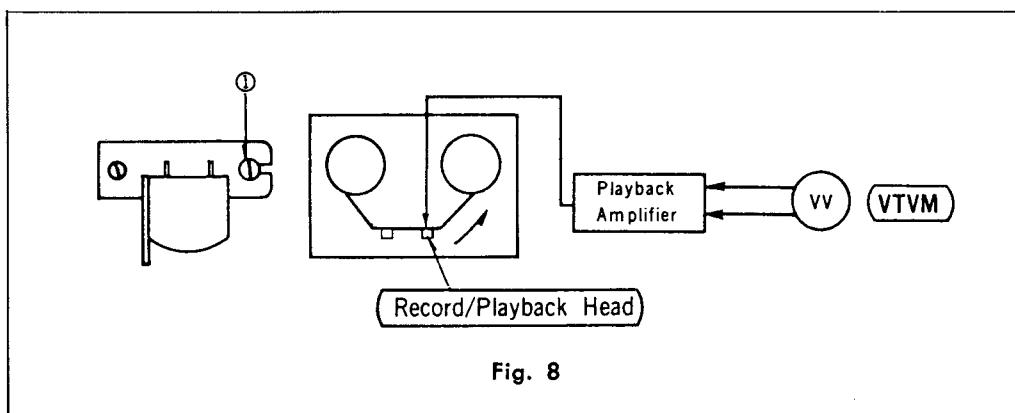

Fig. 8
Connect wires as shown in fig. 8, thread the tape and place the tape recorder into the playback mode. Turn either of the angle adjustment screws ① in fig. 8 by a 1/4 turn, and make the adjustment so that the reading on the VTVM connected to the line out becomes maximum.
Conéctense los hilos metálicos como se muestra en la Fig. 8; enhébrese la cinta y colóquese el grabador en modo de audición. Gírese cualquiera de los tornillos de ajuste de ángulo ① en la Fig. 8 dando una vuelta de 1/4, y hágase el ajuste de tal suerte que la lectura sobre el VTVM conectado al Line Out venga a ser máxima.
Connectez des fils métalliques comme l'indique la Fig. 8, enfilez la bande et placez le magnétophone en position "PLAYBACK". Tournez chacune des vis de réglage d'angle ① dans la Fig. 8 d' 1/4 de tour, et faites le réglage en sorte que la lecture sur le VTVM connecté au fil de sortie devienne maximum.
Die Drähte wie in Fig. 8 verbinden. Das Tonband einsetzen und das Tonbandgerät auf Rückspiel stellen. Drehen Sie eine der Winkeleinstellschrauben ① in Fig. 8 um eine 1/4 Drehung, berichtigen, sodaß der Wert des VTVM, welches mit der Ausgangslinie verbunden ist, auf Maximum steht.